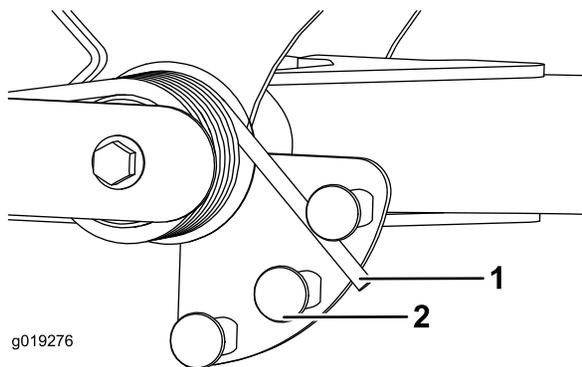

Figura 40
2. Insira um tubo ou objeto semelhante na extremidade da mola comprida e incline-a em redor do atuador da mola para a posição desejada (Figura 40).
3. Enquanto alivia a tensão da mola, retire o parafuso e a porca de bloqueio que prendem o atuador de mola ao suporte (Figura 40).